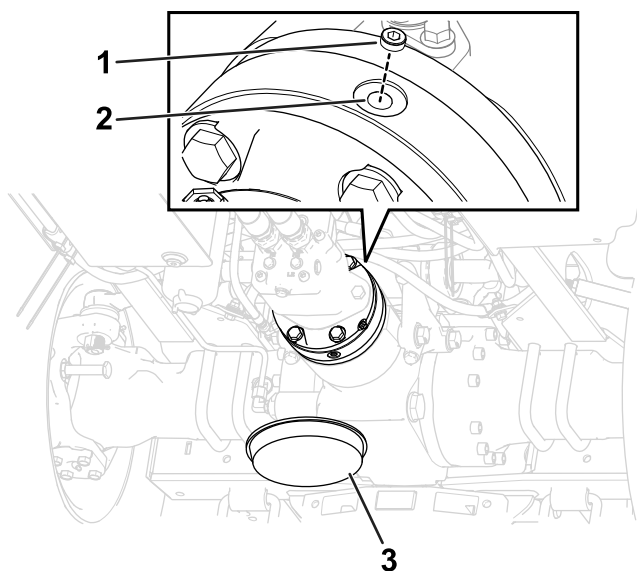

図 106
5. ブレーキハウジングの上部にある補給プラグを外す 図 106。
7. 給油ポートにプラグを取り付ける 図 106。